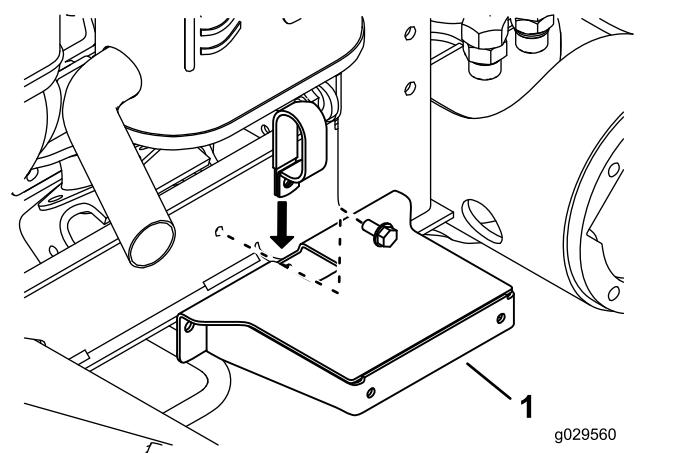

Bild 18
5. Stecken Sie das untere Ende der Schlauchklemme durch den Schlitz oben an der Kotflügelbefestigung (Bild 18).
11. Befestigen Sie die Schlauchklemme und die Kotflügelbefestigung lose mit der Schlauchklemmenschraube und der Mutter am Rahmenkanal (siehe Bild 18).